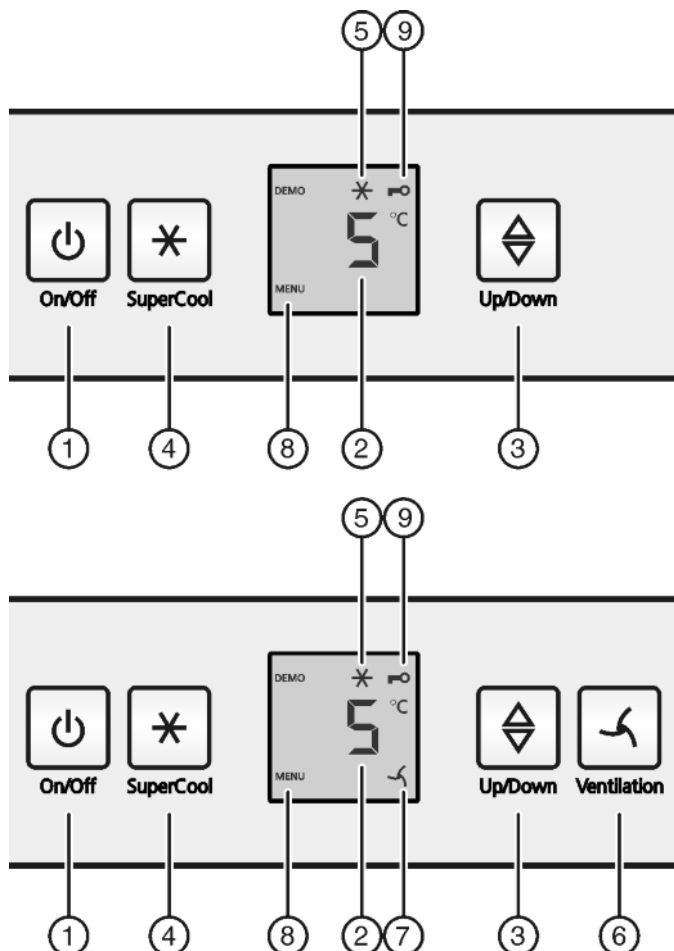

Fig. 2
- ▶ Нажать кнопку On/Off Fig. 2 (1).
- ▶ Нажмите кнопку «SuperCool» Fig. 2 (4) и удерживайте ее прим. 5 секунд.
- ▷ На индикаторе будет отображаться символ «Меню» Fig. 2 (8).
- ▶ Для подтверждения нажать и отпустить кнопку «SuperCool» Fig. 2 (4).
- ▷ На индикаторе горит символ «Защита от детей» Fig. 2 (9).
- ▶ Нажать и отпустить кнопку «On/Off» Fig. 2 (1).
- ▶ Активация модуля регулировки температуры: нажмите кнопку настройки *Fig. 2 (3)*.
- ▶ Температуру меняйте ступенями по 1 °C: нажимайте кнопку настройки *Fig. 2 (3)* до тех пор, пока на индикаторе температуры не будет высвечена требуемая температура.
- ▶ Коротко нажмите кнопку SuperCool *Fig. 2 (4)*.
- ▷ На индикации горит символ SuperCool *Fig. 2 (5)*.
- ▷ Символ SuperCool *Fig. 2 (5)* на индикации гаснет.
- ▶ Коротко нажмите кнопку "Вентиляция" *Fig. 2 (6)*.
- ▷ Символ Вентиляция *Fig. 2 (7)* горит.
- ▷ Символ Вентиляция *Fig. 2 (7)* не горит.